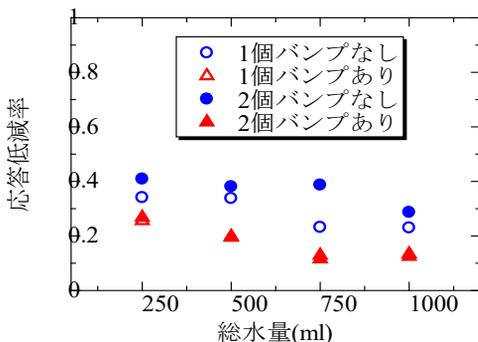

図4 バンプの有無と総水量に対する応答低減率
- 基本模型に対して、応答低減率は4割以下であり、水の量が増えるほど、またバンプなしよりバンプありの方が応答低減率は75～56%程度低くなることが分かった（図4）。